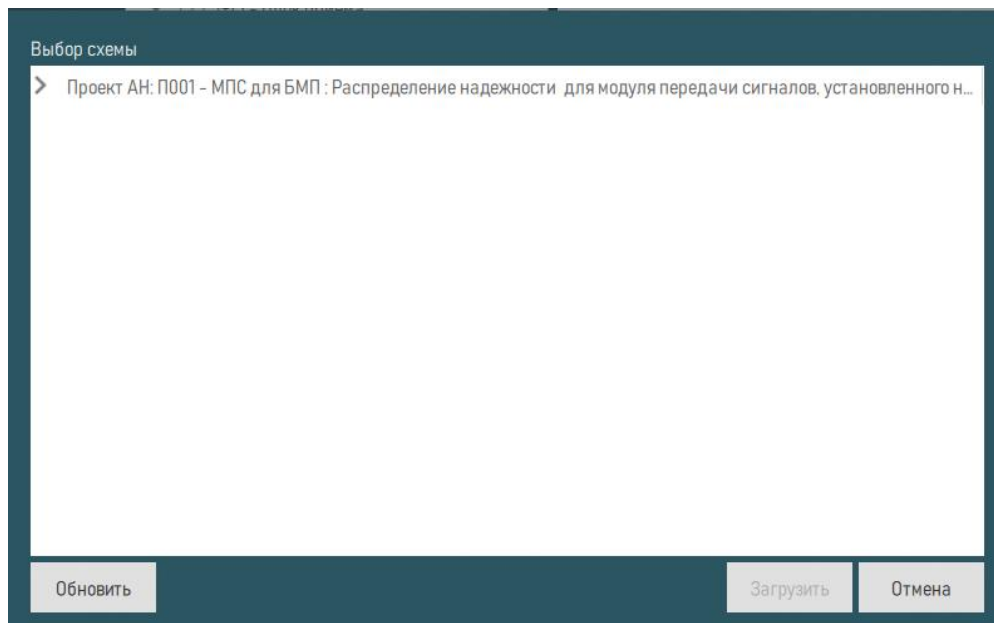

Рисунок 332 – Выбор сохраненной схемы
4) В открывшемся окне «Выбор схемы» выбрать необходимую схему и нажать кнопку «Загрузить» (рисунок 332).